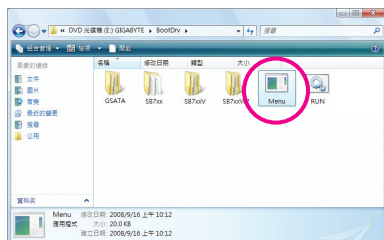
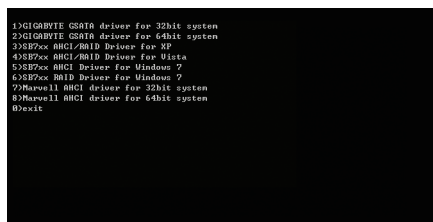

图2
图3
- 2: 进入光盘中「BootDrv」文件夹，双击「Menu.exe」文件(图2)后会出现「命令提示字符」画面，内含如图3的控制器选单。
- 3: 放入空白磁盘。按下SATA控制器驱动程序代码后再按<Enter>键。以图3的选单为例，若要安装Windows操作系统到AHCI或RAID SATA硬盘，请选择「3) SB7xx AHCI/RAID Driver for XP」。